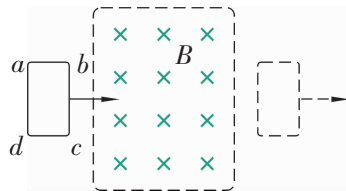

图 1-3-6
2. 如图 1-3-6 所示, 长方形区域内为匀强磁场, 在矩形线圈  $abcd$  从左到右穿过的整个过程中: